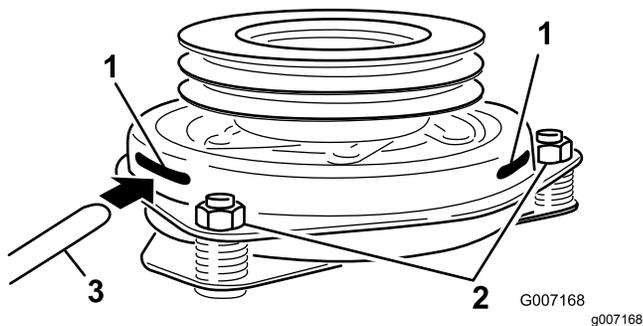

Bild 79
9. Stecken Sie eine Fühlerlehre 0.381 mm bis 0.533 mm durch einen Prüfschlitz in die Seite der Baugruppe (Bild 79).
10. Ziehen Sie die Sicherungsmuttern an, bis die Fühlerlehre etwas fest sitzt, jedoch leicht bewegt werden kann (Bild 79).